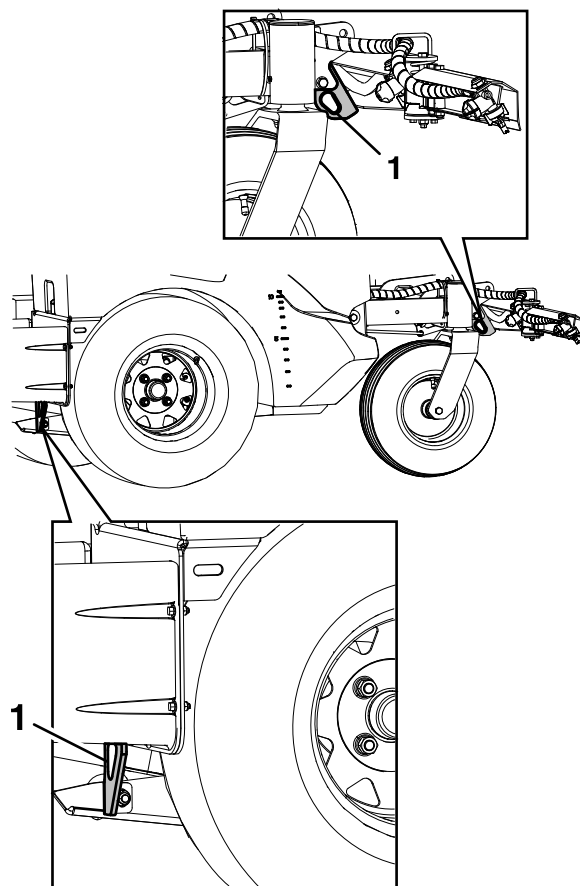

Figure 41
- Arrimez solidement la machine sur la remorque ou le camion à l'aide de sangles, chaînes, câbles ou cordes. Lorsque vous arrimez l'avant de la machine, utilisez uniquement les points d'attache situés aux emplacements indiqués à la Figure 41. Si possible, dirigez les sangles avant et arrière vers le bas et l'extérieur de la machine. L'utilisation d'autres emplacements risque d'endommager la machine et/ou l'accessoire.